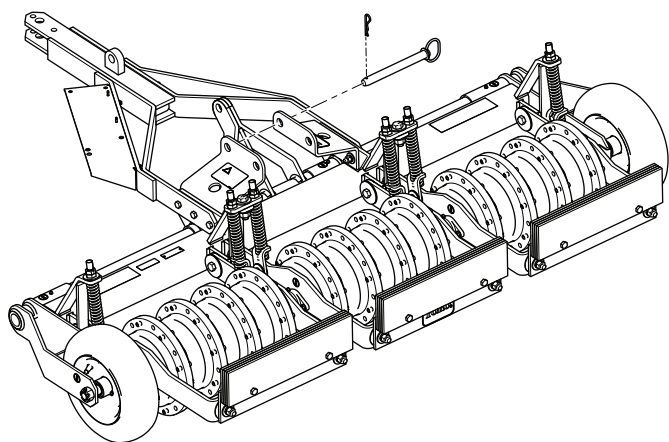

Рисунок 7
5. Вставьте стопорный штифт и закрепите его малым шплинтом, как показано на Рисунок 7.